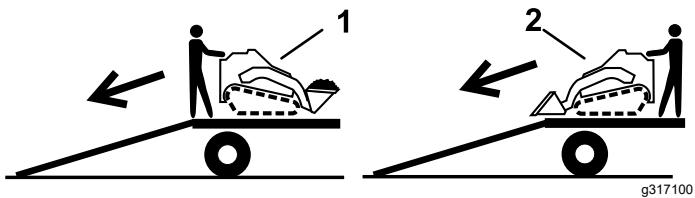

Bild 21
2. Fahren Sie beim Entladen vom Anhänger mit dem schweren Ende der Maschine auf die Rampe und befördern Sie Lasten niedrig (Bild 21).